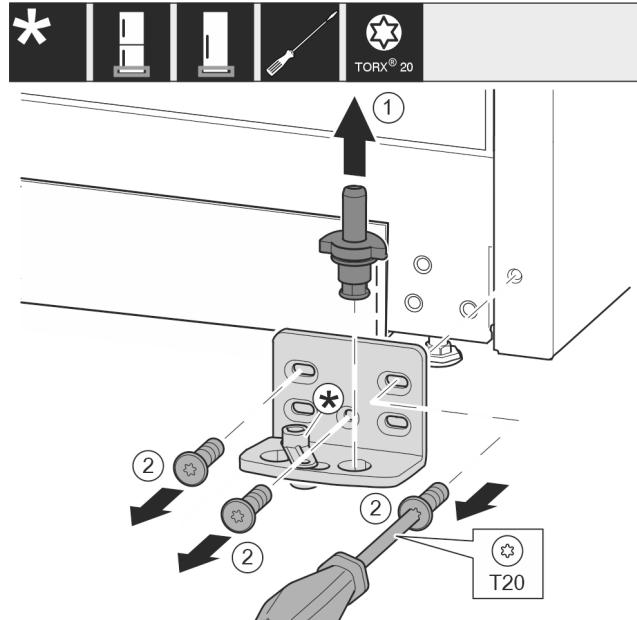

Fig. 16 \*
- ▶ 将轴承螺栓 Fig. 16 (1) 完全向上拉出。\*
- ▶ 将螺钉 Fig. 16 (2) 用螺丝刀旋开并取下托架。\*